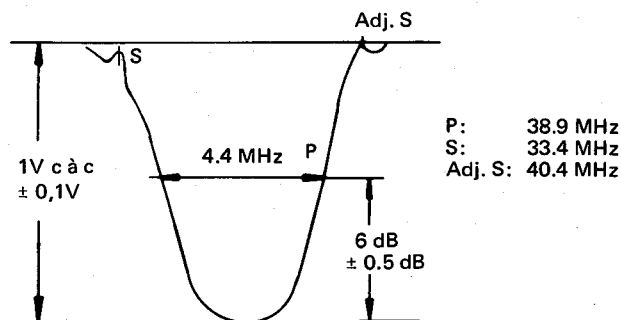

Figure 2
- 9) Régler T101 du côté tuner et le noyau T201 comme le montre la Fig. 2.